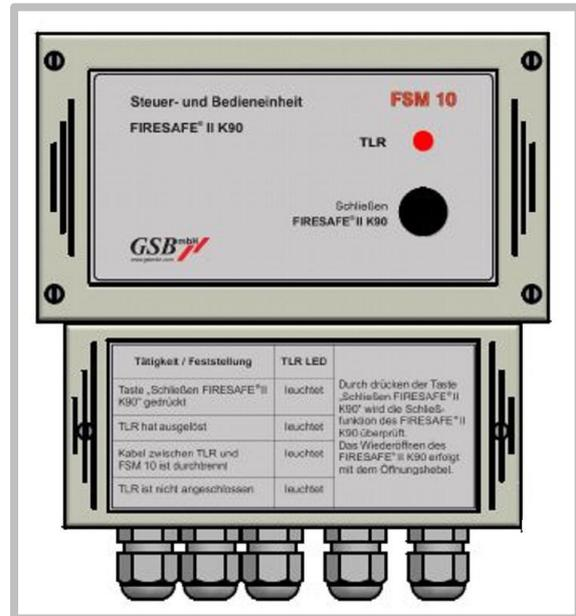

Abbildung 52
- Schließen des FIRESAFE® II K90 durch Drücken der Taste „Schließen FIRESAFE® II K90“ auf der FSM 10 (Abb. 52).